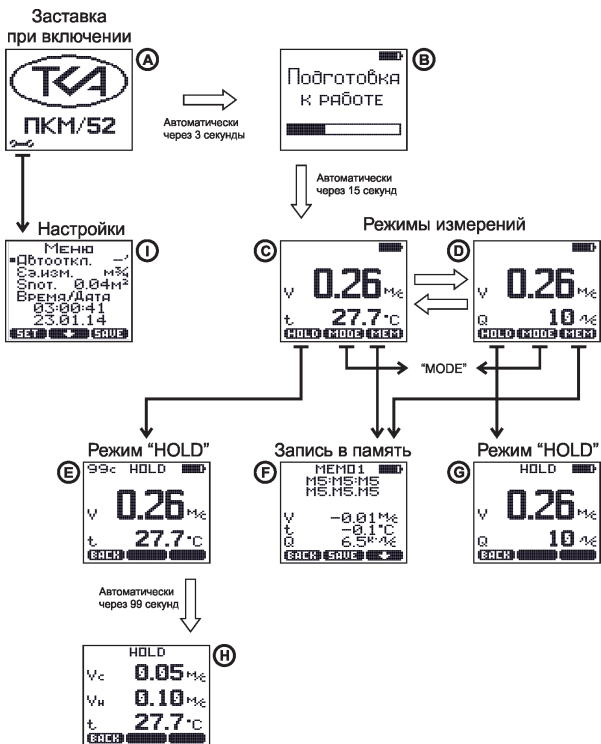

Рис.3. Расположение символов на ЖК-дисплее.
4.9. Переключение экранов происходит в следующем порядке (см. Рис. 3):